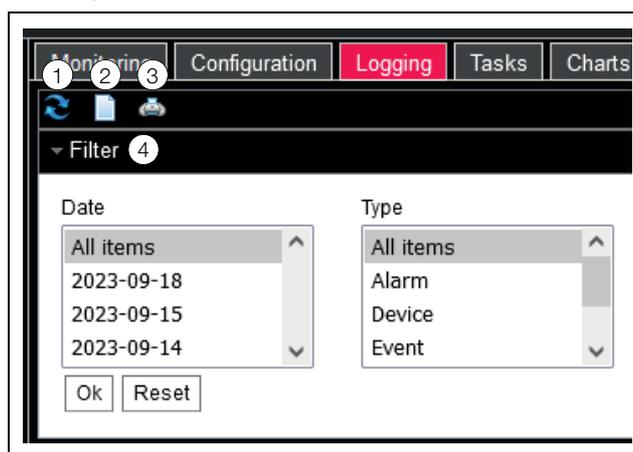

Fig. 36 : onglet Logging
- Ouvrir le domaine « Filtre » en cliquant (fig. 36, pos. 4). Les paramètres suivants sont proposés :
- Cliquer sur le premier symbole à partir de la gauche (fig. 36, pos. 1).
- Cliquer sur le troisième symbole à partir de la gauche (fig. 36, pos. 3).
- Cliquer sur le deuxième symbole à partir de la gauche (fig. 36, pos. 2).